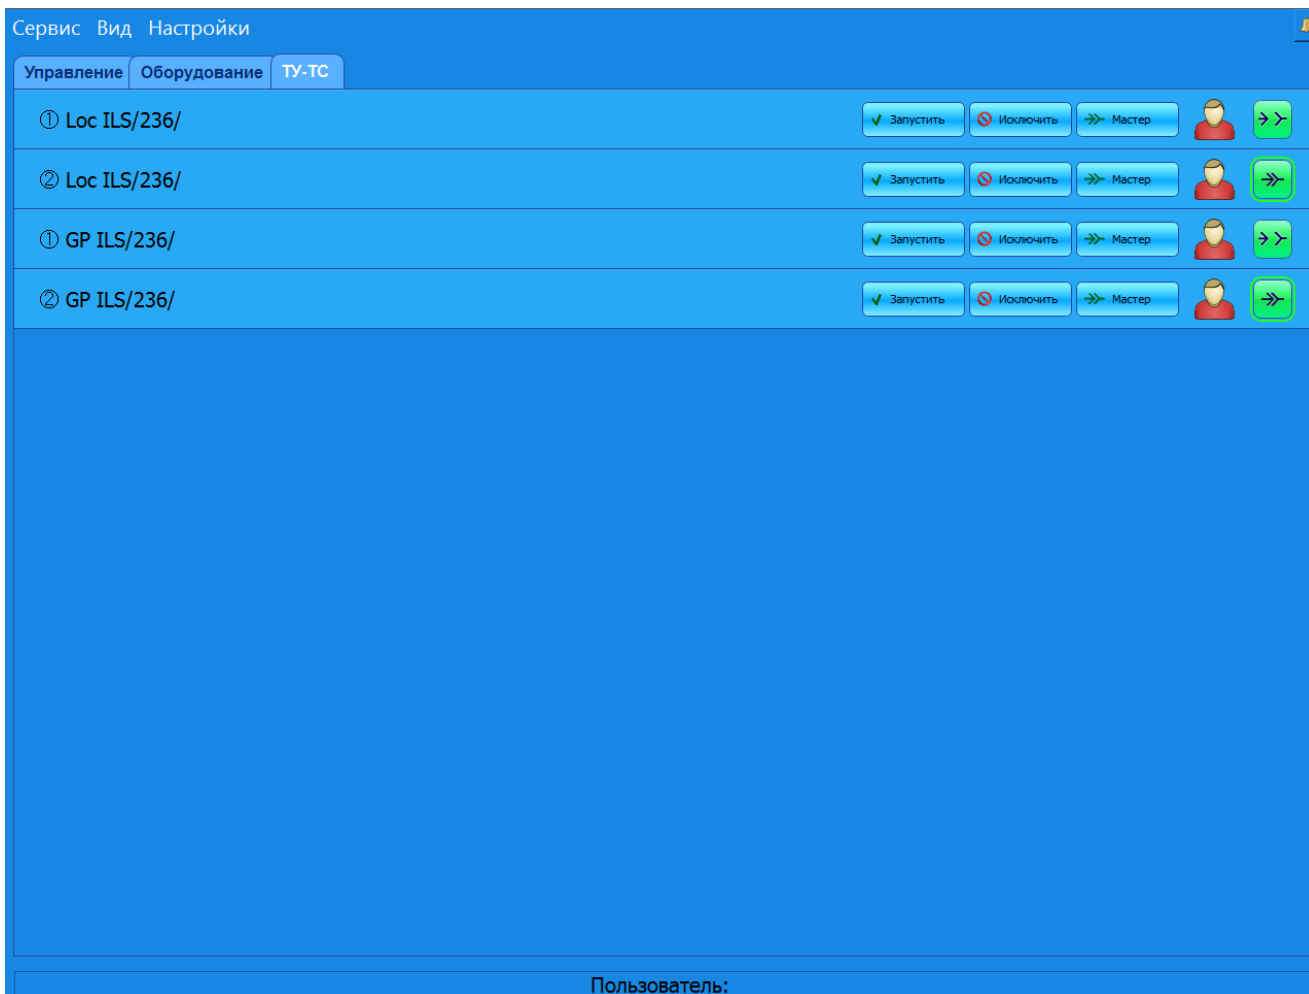

Рисунок 2.4 – Вид вкладки «МикроЭВМ»
2.2.5 На вкладке «МикроЭВМ» (рисунок 2.4) расположен список всех микроЭВМ, подключенных к АДУ. Каждая строка отображает информацию об одной подключенной микроЭВМ.